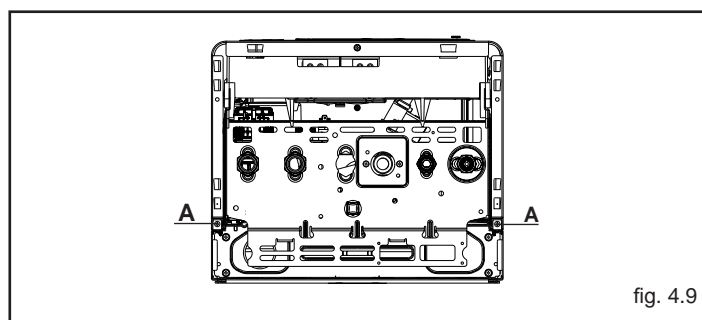

fig. 4.9
- rimuovere il mantello svitando le viti di fissaggio A (fig. 4.9)